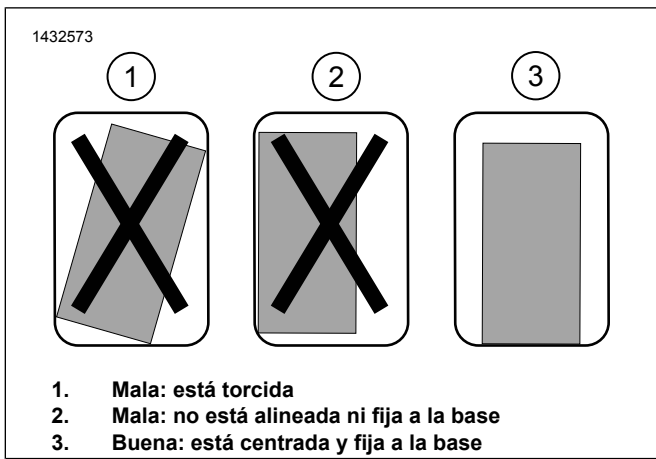

Figura 11. Instalación de la pieza de soporte
- a. Figura 11 Verifique que la pieza de soporte encaje en su lugar. La pieza de soporte debe estar derecha, centrada y lo más cerca posible de la base de la alforja.
- c. Figura 11 Verifique la posición final de la pieza de soporte y asegúrese de que esté derecha, centrada y lo más cerca posible de la base de la alforja.